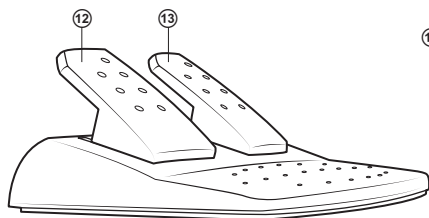

Рис. 2. Блок педалей
- Подключите к устройству блок педалей (рис. 2) с помощью встроенного в блок кабеля к разъему RJ-11 ⑭, а потом подключите манипулятор кабелем USB ⑮ к свободному порту USB компьютера.